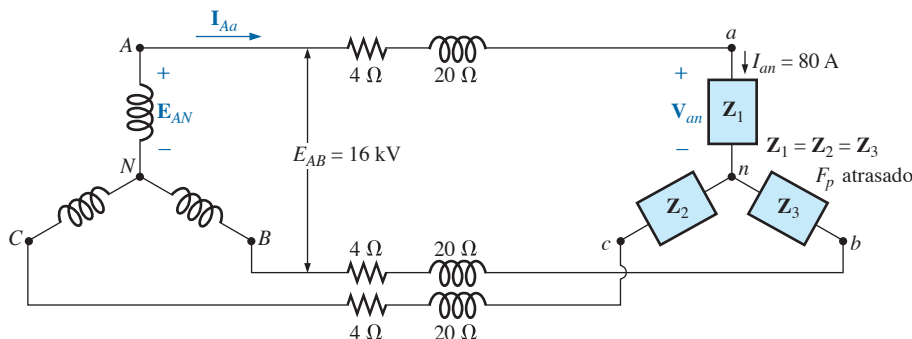

Figura 23.48 Problema 43.
- *43. O sistema Y-Y visto na Figura 23.48 possui uma carga equilibrada e uma impedância de linha $Z_{\text{linha}} = 4 \Omega + j 20 \Omega$. Se a tensão de linha do gerador for 16.000 V e a potência total fornecida à carga for 1.200 kW com uma corrente de 80 A , determine: